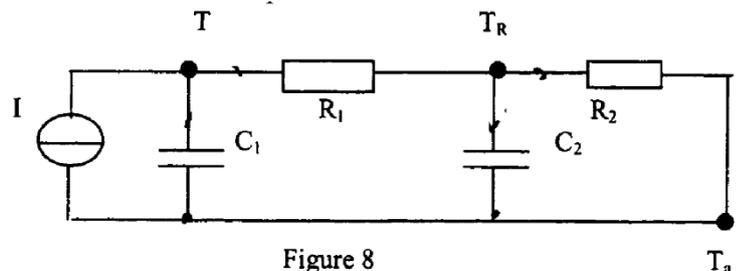

Figure 8
5.2. Justifier soigneusement que l'on puisse décrire le système thermique étudié par le circuit électrique équivalent de la figure 8 ; pour cela indiquer clairement les équivalents thermiques correspondants des divers éléments électriques introduits.